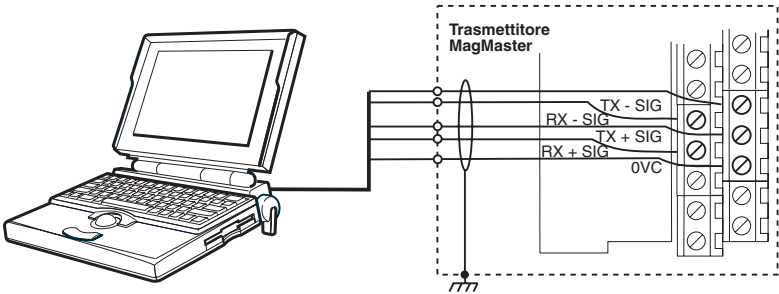

Fig. 3.22 Collegamenti RS 422 (bilanciati)
3.4.6 Collegamento al computer – Fig. 3.22 e 3.23